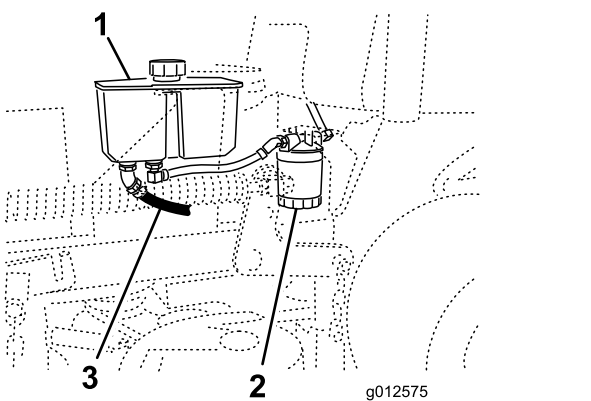

Figura 72
4. Localize o tubo frontal hidráulico sob o depósito hidráulico e coloque um recipiente sob o depósito (Figura 72).